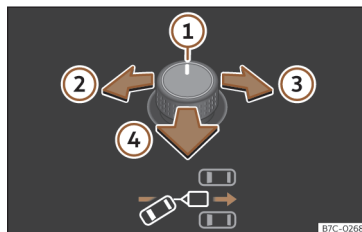
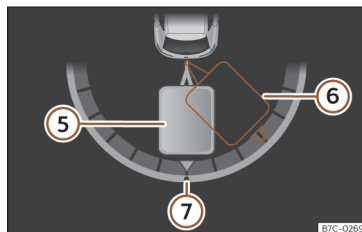

Fig. 141 Comando giratório dos retrovisores exteriores: ajustar o ângulo do reboque.
Fig. 142 Ecrã do painel de instrumentos: na marcha-atrás.
Legenda da >>> **Fig. 141**, >>> **Fig. 142**:
- Rode o comando giratório até atingir a direção desejada >>> **Fig. 141**. No ecrã do painel de instrumentos aparece, a modo de orientação, uma representação do conjunto veículo trator e reboque na posição atual >>> **Fig. 142**.